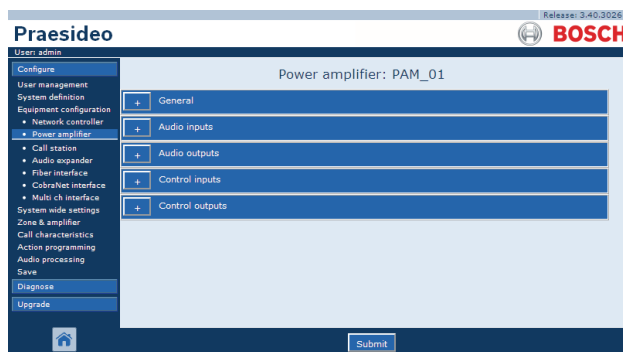

Abb. 43.11: Konfiguration von Endstufen, Schritt 2
- 2 Klicken Sie auf den Namen der zu konfigurierenden Endstufe. Im Hauptframe der webbasierten Benutzeroberfläche wird ein Bildschirm angezeigt, der dem in Abb. 43.11 gleicht.